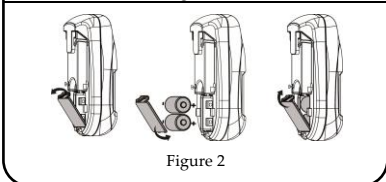

Figure 2
4. När bakstycket monterats, för ner och läs detektorn på bakstycket i omvänd ordning. (se bild 2)
1. Avlägsna detektorn från bakstycket. (Bild 2)